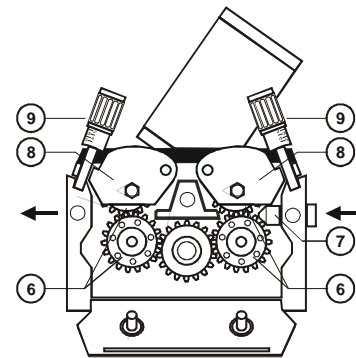

Fig.13
- Abrir las palancas de presión de hilo (8-Fig 13) y retirar la punta de contacto de la antorcha.
- Avanzar manualmente el hilo algunos centímetros a través de la guía de entrada de hilo, (4-Fig 13), de los rodillos (6-Fig. 13) y de la antorcha (Fig. 11 y 12). Se necesario, redondear con una lima la extremidad del hilo para evitar dañar la sirga de la antorcha.